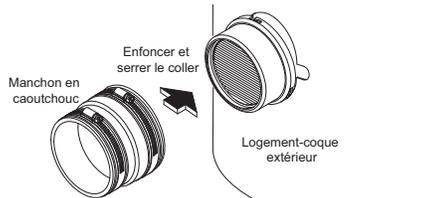

Figure 14. Manchon en caoutchouc
- Pour raccorder le chauffe-eau à l'entrée d'air, utiliser le manchon d'évacuation en caoutchouc fourni dans la jupe de base. Le manchon en caoutchouc est conçu pour une évacuation de 3 po (voir Figure 14).